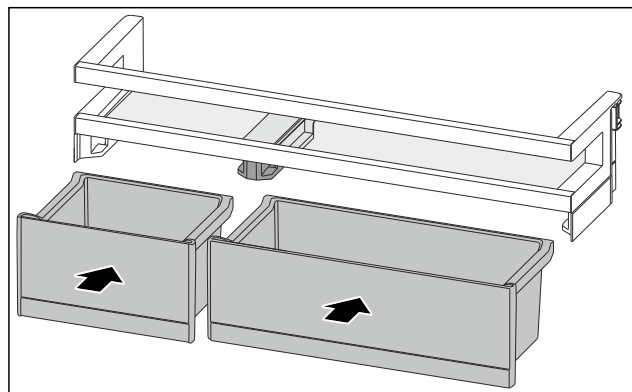

Fig. 191
- Vendosni kutitë VarioBox në rendin e kundërt. (shihni Fig. 191)